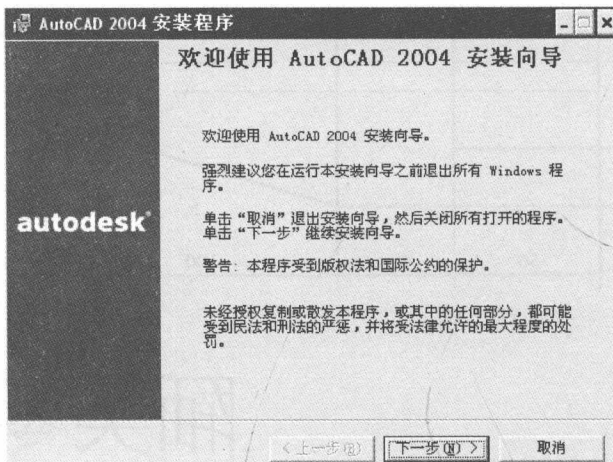

图 1-2
①将 AutoCAD 2004 安装光盘放入光驱后,安装程序将自动运行,也可以在 Windows 系统的资源管理器存放有程序安装的盘符中查找“setup.exe”并运行该文件,AutoCAD 显示“AutoCAD 2004 安装程序”对话框,如图 1-2 所示,执行安装程序。